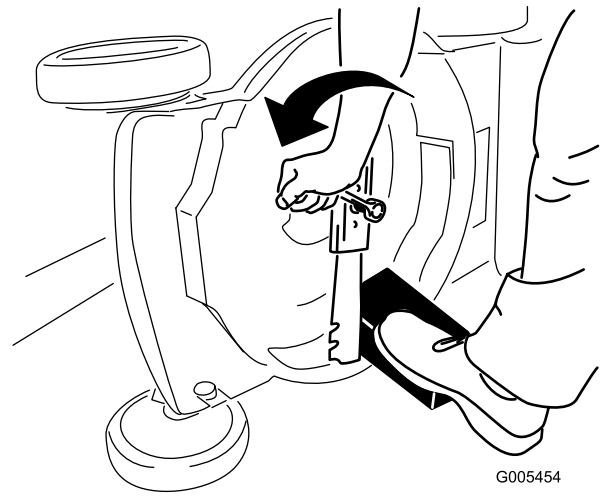

Figure 39
4. Déposez la lame mais ne jetez pas les fixations (Figure 39).
3. Immobilisez la lame avec un morceau de bois (Figure 39).